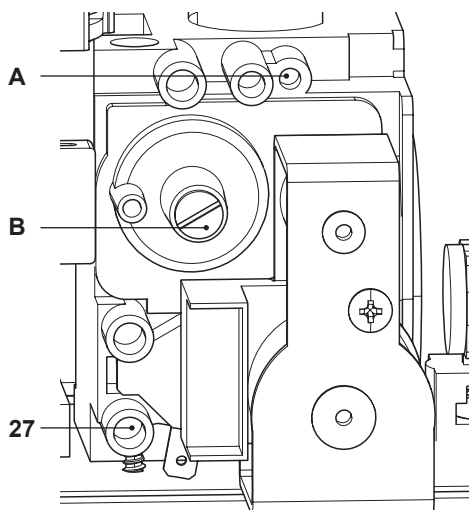

Figura 7.6
- A caldaia spenta (fuori servizio), controllare la pressione di alimentazione utilizzando la presa 27 in Figura 7.6 e confrontare il valore letto con quelli riportati nella tabella Pressioni di alimentazione gas nella sezione "Dati tecnici" pag. 24.
- Richiudere bene la presa di pressione 27 in Figura 7.6.
- Per tarare il **CO₂** della caldaia (pressione del gas al bruciatore) svitare completamente il tappo in ottone di protezione **B** e agire sulla vite a brugola $\varnothing$ 4 mm sottostante Figura 7.6, girando in senso orario il **CO₂** aumenta.
- Se i due dati non coincidono agire sulla vite regolazione massimo RQ (**A** in Figura 7.6) della valvola gas e tarare il **CO₂** allo stesso valore riportato nella sezione "Dati tecnici" in tabella "Dati in sanitario" pag. 24 (modello **CONDENSA R 6.27**) e pag. 28 (modello **CONDENSA R 6.34**). Girando in senso orario il **CO₂** diminuisce.